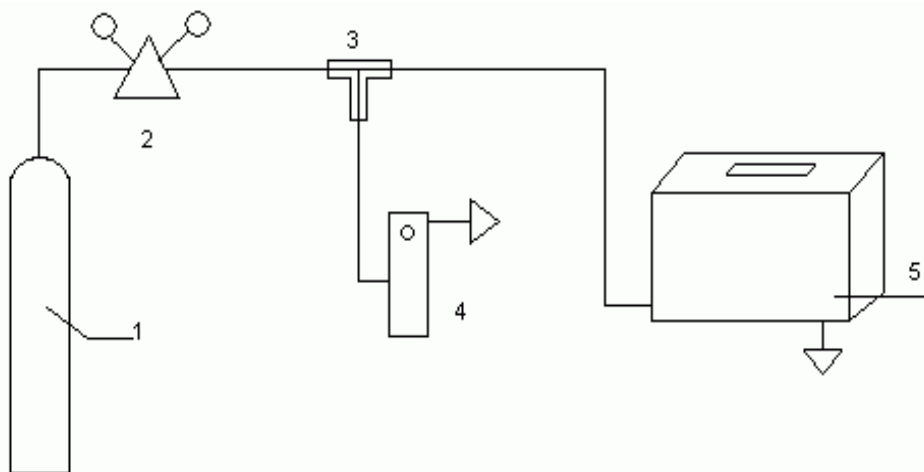
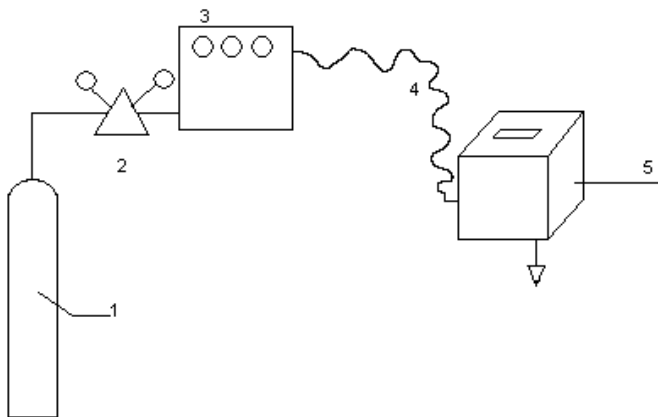

Рис. 1. Схема газовая принципиальная установки для проверки переносных ГС «КОМЕТА-М» серии ИГС-98 от баллонов со сжатыми газовыми смесями ПГС.
Рис. 2. Схема газовая принципиальная установки для проверки ГС «КОМЕТА-М» серии ИГС-98 от генератора газа.
Расположение кнопок на панели управления изображено на рис. 1 и рис. 2. Руководства по эксплуатации (в связи с совершенствованием приборов расположение кнопок может меняться).
3.2.1. Поверку ГС на чувствительность к таким газам, как O_2 , CO , CO_2 , H_2 , CH_4 , C_2H_8 , NO производят на установке, представленной на рис. 1, с использованием сжатых аттестованных пневмогазовых смесей (ПГС-ГСО) в баллонах.
После срабатывания звуковой и световой сигнализации, при повышении концентрации выше пороговой, загорается красный светодиод под названием того измеряемого газа на цифровом индикаторе, по которому производится проверка. При снижении концентрации ниже пороговой звуковая сигнализация автоматически не выключается. Это сделано с целью побуждения ответной реакции оператора на аварийные сигналы прибора. Выключение сигнализации производится вручную нажатием кнопки «ВЫКЛ. СИРЕНЬ» на передней панели ГС (см. рис. 1 в РЭ).
динамических установок типа «Микрогаз-Ф». Принцип работы этого генератора газовых смесей основан на введении в газовый тракт генератора источника микропотока (ИМП), представляющего собой фторопластовую ампулу с жидким веществом. Концентрация газа на выходе генератора определяется производительностью вещества за счет диффузии через стенки фторопластовой ампулы (берется из паспорта на ИМП) и расходом газа-разбавителя. Для работы собирают установку по схеме на рис. 2.